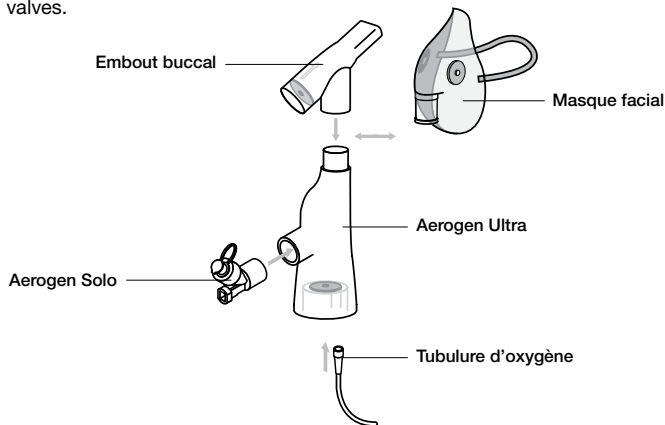

Figure 13. Assemblage de l'Aerogen Ultra
1. Insérer fermement l'Aerogen Solo dans l'Aerogen Ultra, dans le sens indiqué dans la figure 13.